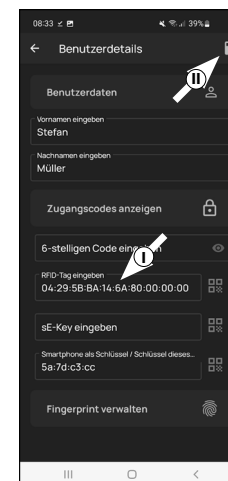

Fig. 7
- 7 Revenez à la fenêtre comportant les détails de l'utilisateur. Vous voyez dans le champ « Saisir RFID-jour » que le transpondeur a été enregistré (I) (Fig. 7). Appuyez en haut à droite sur l'icône « Mémoriser » (II) (Fig. 7).